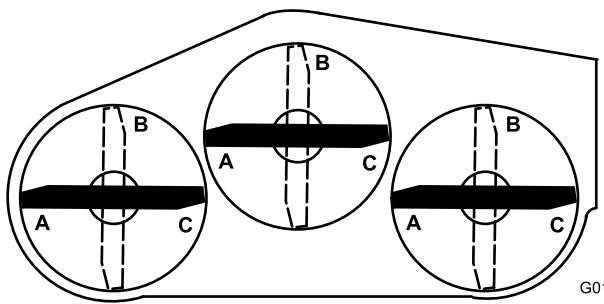
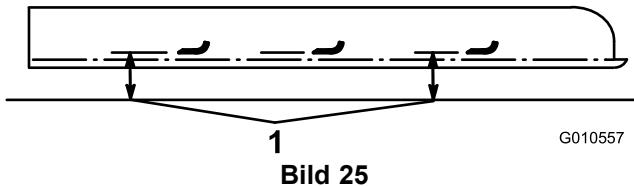

Bild 24
Bild 25
hält (Bild 24). Halten Sie das Laufrad fest und schieben die Schraube aus der Gabel.
- Notieren Sie den Wert, den Sie an der A-Stellung erhalten haben, drehen Sie die Messer auf die B-Stellung (Bild 24) und messen den Abstand aller Messer zur ebenen Fläche; notieren Sie den Wert (Bild 25).
- Drehen Sie die Messer in die C-Stellung, messen und notieren Sie den gemessenen Wert (Bild 24 und Bild 25).
- Stellen Sie alle drei Messer in die A-Stellung (Bild 24) und messen von der ebenen Fläche bis zur Unterkante jeder Messerspitze (Bild 25).